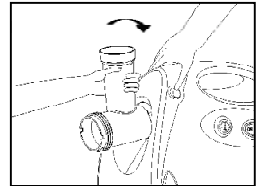

fig.13
- 6- Retirer l'axe récepteur d'aliments en appuyant sur le bouton de fixation et en tournant vers la gauche. (fig.13)